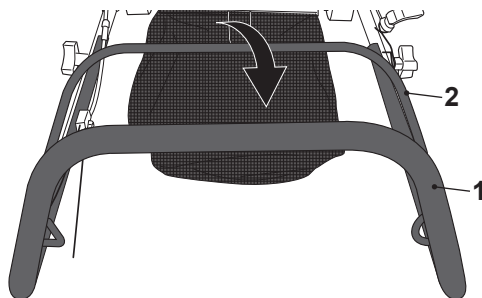

Fig. 11
1. Puxe a alavanca do travão (2) e segure-a contra o guiador superior (1) quando ligar o motor. Mantenha-a apertada durante a operação (Fig. 11).
2. Solte a alavanca do travão (2) para desligar o motor.
1. Puxe a alavanca do travão (2) e segure-a contra o guiador superior (1) (Fig. 11).